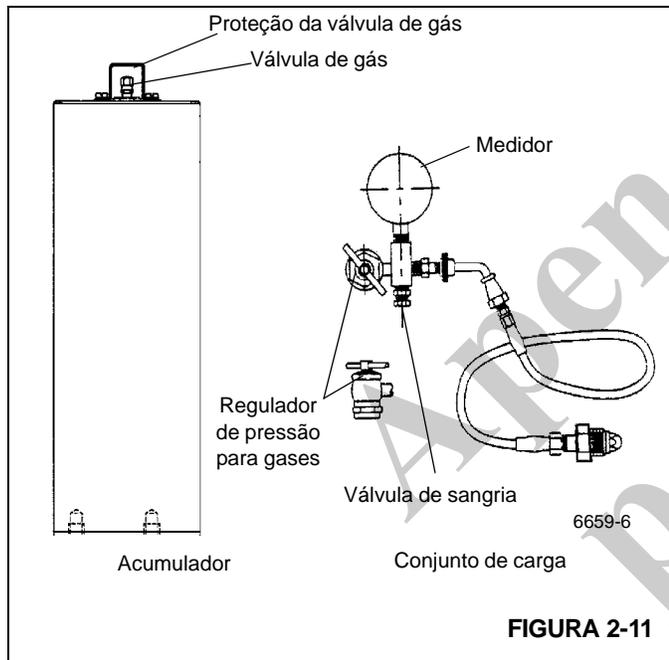

FIGURA 2-11
1. Com o motor desligado, descarte todo o óleo pressurizado armazenado nos acumuladores pressionando o pedal do freio de serviço no piso da cabine diversas vezes. Remova a proteção e a tampa da válvula de gás no acumulador (Figura 2-11).
2. Antes de conectar o conjunto de carga de gás (Figura 2-11) à válvula de gás do acumulador, recue a alavanca em "T" do regulador de pressão para gases totalmente para fora (sentido anti-horário).
6. Se a pressão for 1400 psi +50/-0 (9,7 MPa +0,4/-0), remova o conjunto da válvula de carga girando a alavanca em "T" totalmente para fora no regulador de pressão para gases e abrindo a válvula de sangria (Figura 2-11).
1. Com o motor desligado, descarte todo o óleo armazenado nos acumuladores pressionando diversas vezes o pedal do freio de serviço. Remova a proteção e a tampa da válvula de gás no acumulador (Figura 2-11).
3. Antes de conectar o conjunto de carga (Figura 2-11) à válvula de gás do acumulador, gire a alavanca em "T" do regulador de pressão para gases totalmente para fora (sentido anti-horário).
7. Se a pré-carga estiver acima de 1400 psi +50/-0 (9,7 MPa +0,4/-0), feche a válvula do cilindro de nitrogênio e abra lentamente a válvula de sangria no conjunto de carga (Figura 2-11) até que a pressão da pré-carga esteja correta.